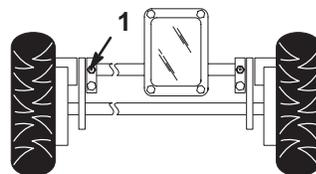

Figure 26
1. Essayez les graisseurs à l'aide d'un chiffon propre (Fig. 26).